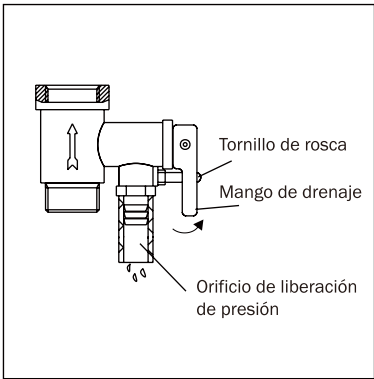

Fig. 6
- Desenroscar el tornillo de la válvula de seguridad multifunción y levantar el mango de drenaje hacia arriba. (Mirar la fig. 6) para secar el agua del interior del tanque.
(Fig.6)
- Desaparafuse o parafuso da válvula de segurança multifuncional e levante a alavanca de drenagem para cima. (Veja a fig. 6) para secar a água dentro do tanque.